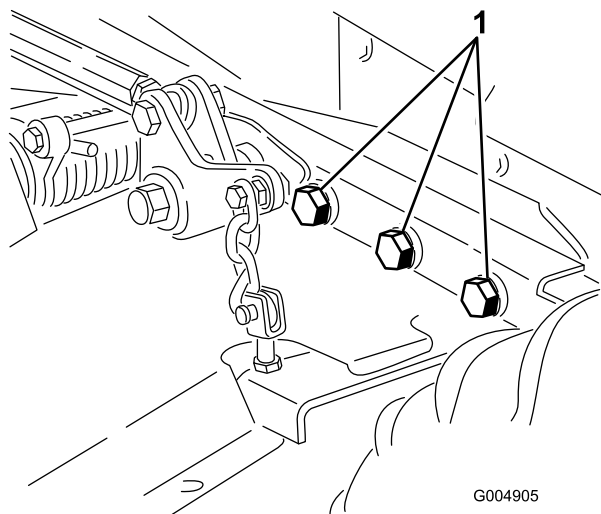

Рисунок 66
4. Проверьте все крепежные элементы на отсутствие ослабления затяжки и по мере необходимости подтяните их. Особое внимание уделите затяжке 6 болтов крепления рамы деки газонокосилки к тяговому блоку (Рисунок 66) с моментом 359 Нм.